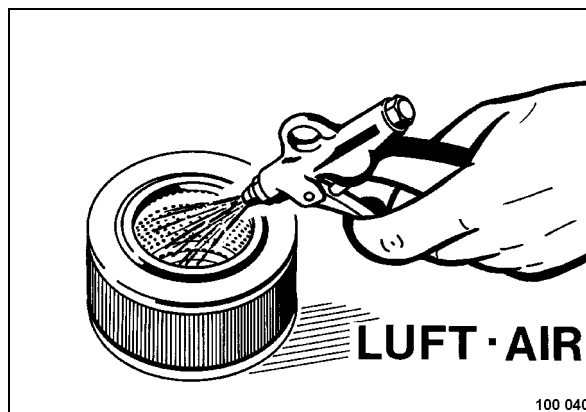

рис. 42
- Прочистить фильтрующий элемент сжатым воздухом (макс. 5 бар) изнутри наружу (рис. 42).